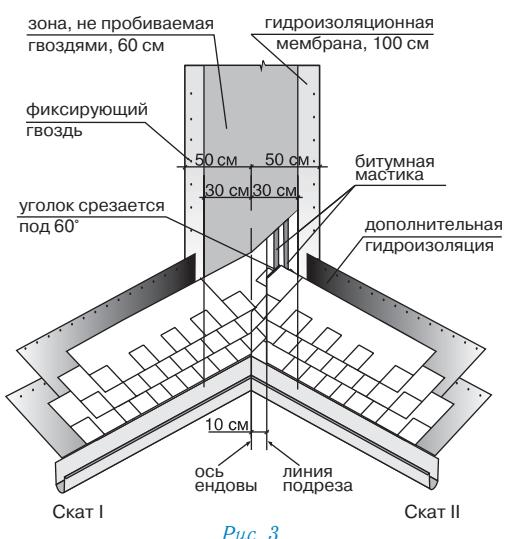

Рис. 3
Ендова (рис. 3)
- на прилегающем скате (II) вдоль оси ендovy на расстоянии 30 см от нее отбивается линия;
- лист, подходящий к ендove со ската II, должен доходить до линии подрезки и обрезаться по ней. Верхний уголок обрезанного края листа подрезается под углом 60° (5 × 3 см – рис. 3);